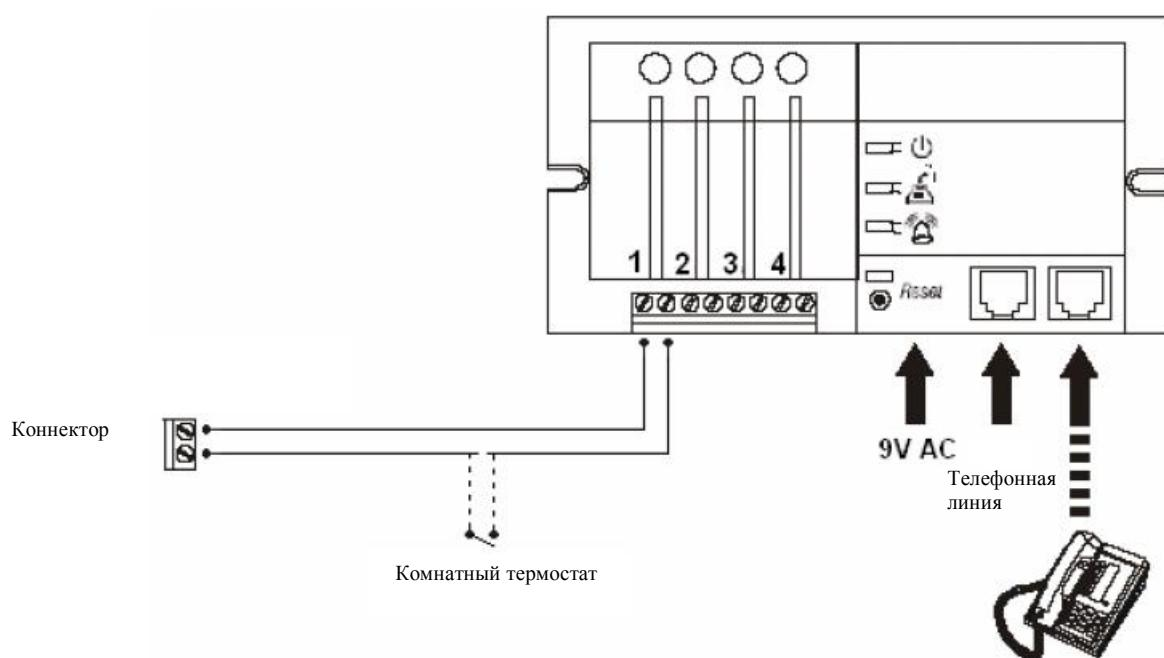

Рис. 22
- ii) Если к котлу подключен комнатный термостат, комнатный термостат необходимо подключить последовательным подключением, как показано на Рис. 22.